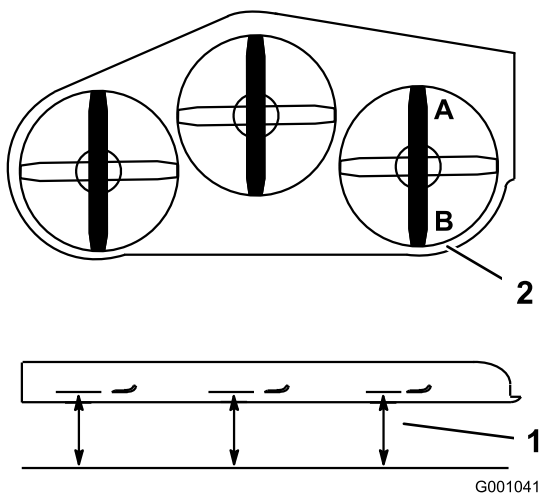

Figura 66
1. Coloque la cuchilla derecha en posición longitudinal (Figura 66).
2. Mida la cuchilla derecha en la posición **A** desde una superficie nivelada hasta el filo de corte del extremo de la cuchilla (Figura 66).
4. Mida la cuchilla derecha en la posición **B** desde una superficie nivelada hasta el filo de corte del extremo de la cuchilla (Figura 66).
6. La cuchilla del cortacésped debe estar entre 6 y 10 mm más baja en la posición **A** que en la posición **B** (Figura 66). Si no es correcta la distancia, continúe con los pasos siguientes.